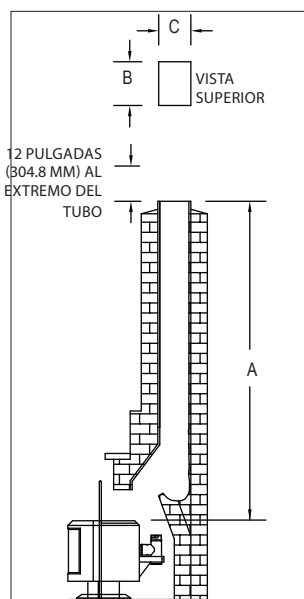

Figura 8
3. Mida y registre las dimensiones como se muestra en la **Figura 8**.